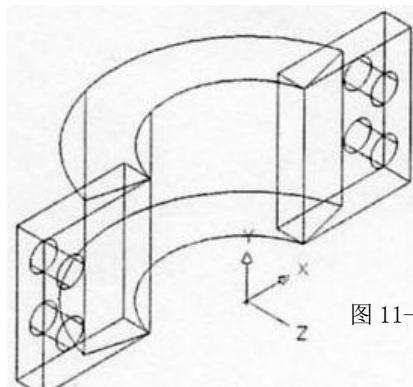

图 11-42 镜像结果
16、按 Enter 键, 镜像效果如图 11-42 所示。单击【并集】按钮 ，将所有实体合并为一个实体。在命令行中输入 ucs，命令行提示如下。